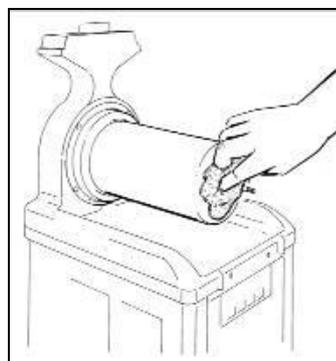

Fig. 10
- **L**impie con esmero el evaporador y la superficie que recoge el condensado, quitando todo indicio de producto usando una esponja limpia empapada de sanitizante (vea Fig.10).